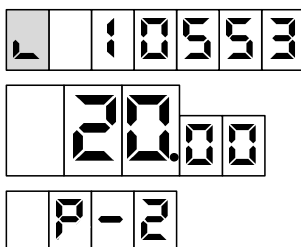

Рисунок 7
9.6 Предусмотрен просмотр на табло значений суммарного счетчика рукава в строке указателя стоимости с мигающим символом "L" в старшем разряде. В строке цены за литр отображается порядковый номер рукава и символы "P-" (рисунок 7). В случае многорукавной колонки, чтобы просмотреть на табло значения суммарных счетчиков других рукавов стороны, необходимо снять раздаточный кран интересующего рукава. В этом режиме допускается выдача топлива.